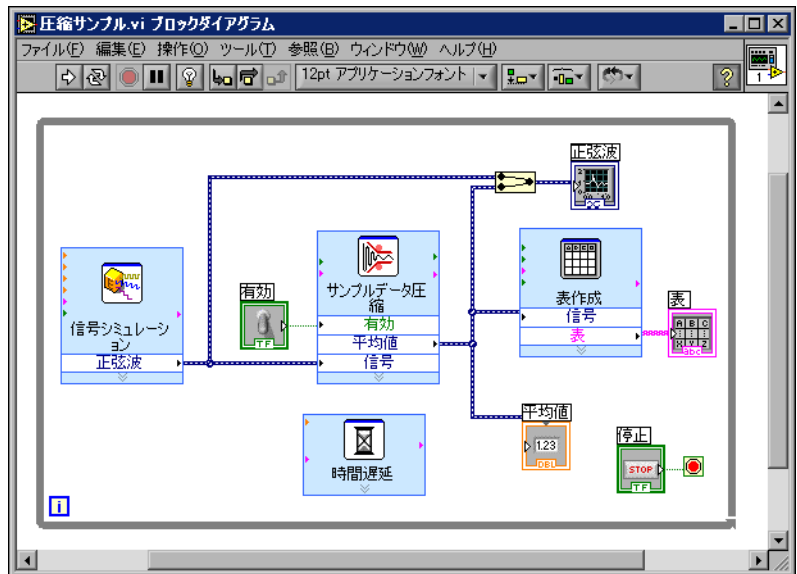

図 3-4 圧縮サンプル数 VI のブロックダイアグラム
5. 配線ツールを使用して、「サンプルデータ圧縮」Express VI の**平均値**端子を、「表作成」Express VI の**信号**入力に配線します。ブロックダイアグラムは、図 3-4 のようになります。